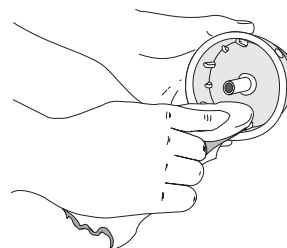

Fig. 28
4. Nettoyez le moulinet intérieur, le ressort, et l'arbre et la surface interne de la bobine extérieure à l'aide d'un tissu propre (Fig. 28).